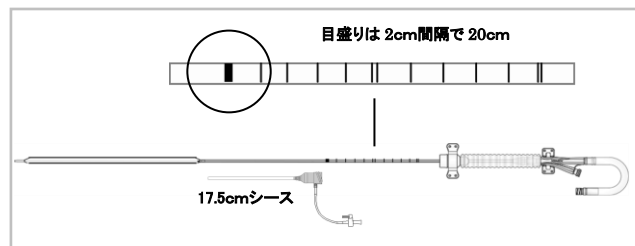

図 8. IAB カテーテルの深度マーカ
- この時、バルーン部分をシース内に引き込まないこと。IAB カテーテルの深度マーカ（バルーンに一番近い巾広のマーカもしくは次のマーカ）がシースイントロドューサの止血弁から見たところで IAB カテーテルを引くの止める。(図 8 参照)